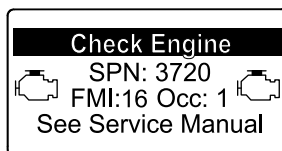

Bild 47
- Motorwarnung SPN 3720, FMI 16 (Bild 47)